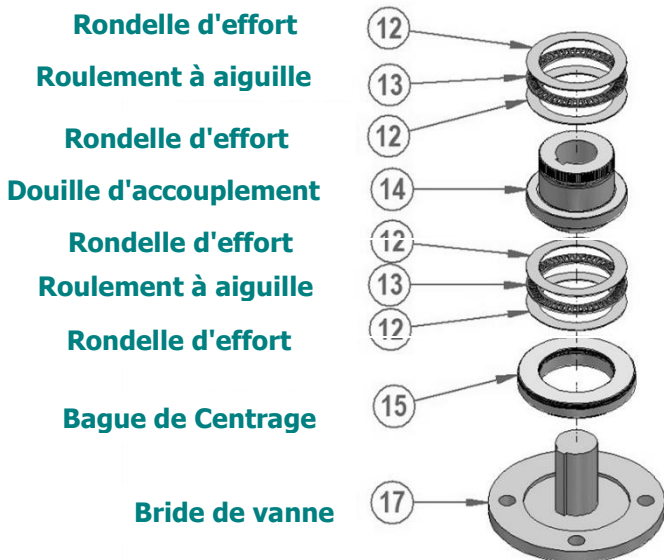
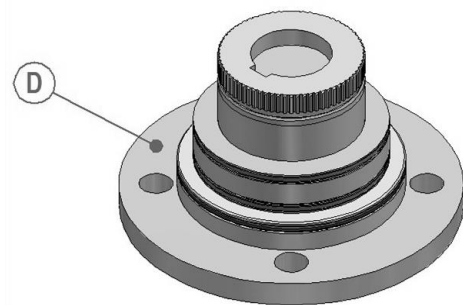

Figure 12 - Assemblée tige de vanne
Figure 13 – Assemblée tige de vanne
Vérifiez que le diamètre du centrage mâle fourni avec le réducteur (La Part 15 dans la Figure 12) correspond à la cavité de centrage femelle dans la bride de chapeau de vanne, avant d'assembler le réducteur sur la vanne.
En plus des points dans la Section 7.2.1, nous vous recommandons d'assembler la douille usinée d'abord sur la tige/ l'axe de vanne, ensuite vous pouvez monter le réducteur sur la douille d'accouplement. Voir la Figure 12 et la Figure 13 pour les détails d'assemblage.
Mettez la douille d'accouplement usinée (14), les paliers de butée (12 & 13) et la bague de centrage (15) sur l'axe de vanne suivant les indications dans la Figure 12. Les roulements devraient être graissés avec la graisse appropriée (voir Tableau 5). Graissez les roulements, la douille